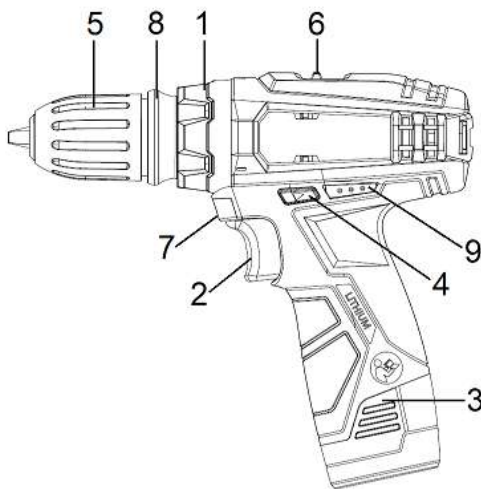

Рисунок 1
4.1.2 Встановіть необхідний крутний момент за допомогою кільця регулятора моменту затягування (1) (рис. 1).
4.3 Для включення виробу натисніть на клавішу вимикача (2), (рис. 1). Для відключення виробу слід клавішу відпустити. Регулювання швидкості обертання патрону здійснюється ступенем натискання на клавішу вимикача.